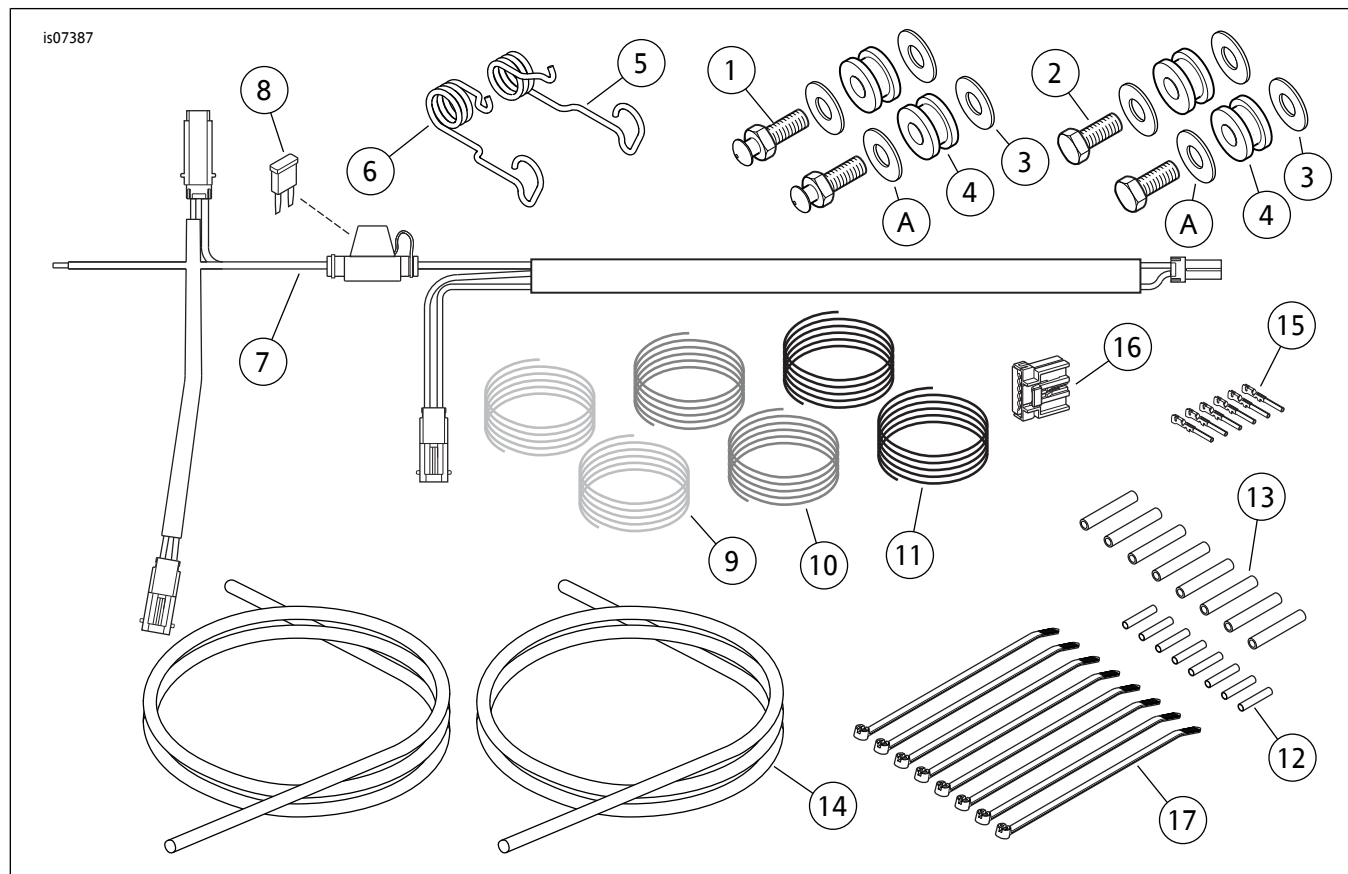

图4。维修零件：FLSTF辅助灯安装和转向信号重新定位五金套件
参见图4和表1。
3. 参见图4。从此套件中取出一个蘑菇头安装销(1)、一个六角头盖螺丝(2)、两个平垫圈(3)和两个衬套(4),从FLD辅助灯安装套件中取出两个镀铬垫圈(A),并取出此前装配好的正确侧的辅助灯和安装条。
12. 参见图4。从套件中取出六条导线(9、10、11)、六个导线连接器(12)和六段热缩管(13)。按照维修手册附录中的说明修剪每条导线末端并剥去外皮。在六条导线中每条的一端各套一段热缩管。